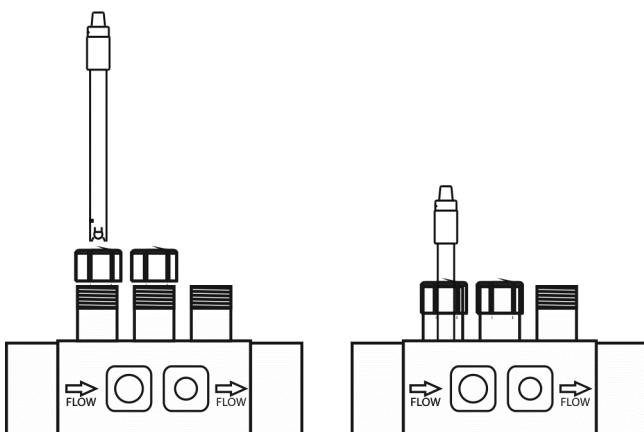

Abb. 12
1. Die mit dem Gerät gelieferten pH-Sensor in die entsprechenden Sensorträgerlagerungen einsetzen. (Abb. 12).